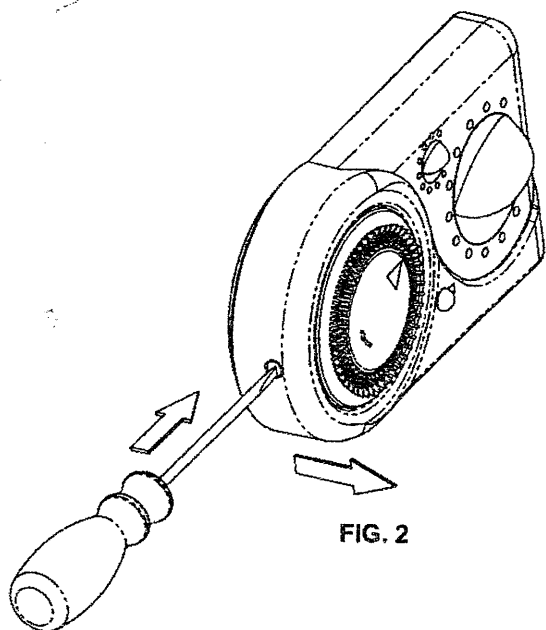

FIG. 2
- ① Inserire il cacciavite e fare una lieve pressione nel foro posto sul fianco dell'orologio, come indicato in fig. 2, quindi sfilare la calotta, separandola dalla base.
With the help of a screwdriver apply a slight pressure in the hole located on the clock side, as shown in fig. 2, then pull the plastic cover, thus opening the appliance.